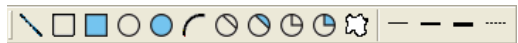

图 2-20 几何对象工具栏
- **几何对象工具栏**：提供简易的图形绘图功能按钮，可直观的由图标选取所需几何图形编辑。如图 2-20。